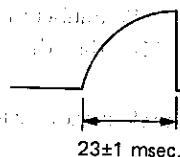

Abbildung 40.
4. R750 so einstellen (voreinstellen), daß die Anforderung in Abb. 40 angegeben, eingehalten werden.